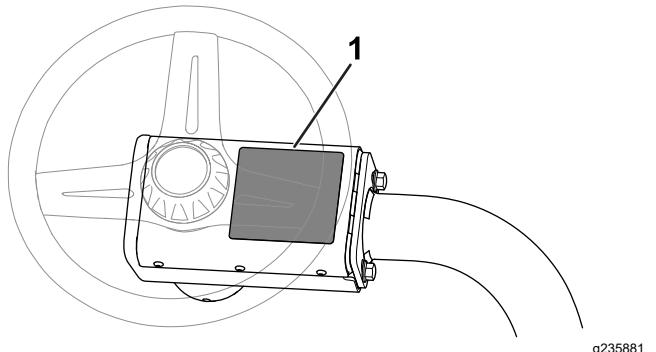

Bild 6
- **CE-Warnaufkleber:** Bringen Sie den CE-Warnaufkleber (Bestellnr. 139-8321) über den vorhandenen Warnaufkleber (Bestellnr. 139-8320) auf der Abdeckung des Lenkrads an, siehe Bild 6.